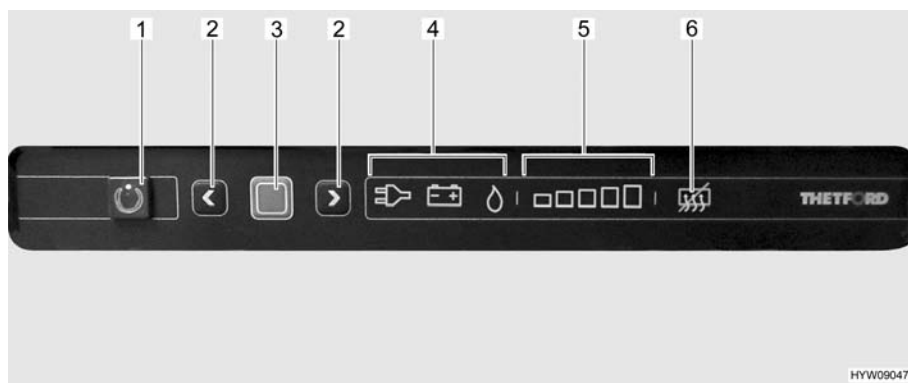

Fig. 108 Elementi di comando del frigorifero
La modalità di funzionamento attuale è indicata da un simbolo luminoso (Fig. 108,4) sulla centralina di controllo.
Dopo l'accensione il frigorifero seleziona automaticamente la regolazione del termostato selezionata per ultimo. Questa impostazione può essere modificata manualmente con i tasti freccia (Fig. 108,2). Le barre luminose dell'indicatore del livello di refrigerazione (Fig. 108,5) visualizzano la temperatura selezionata sul termostato. Con i tasti freccia viene regolata la temperatura di refrigerazione per tutti i tre tipi di energia. Ci vogliono alcune ore prima che il frigorifero raggiunga la temperatura normale di esercizio. Cambiando la modalità di funzionamento la regolazione del termostato non viene modificata. La temperatura di refrigerazione è indipendente dal tipo di energia utilizzata.
- Premere il tasto On/Off (Fig. 108,1) per 1 secondo. Il tasto (Fig. 108,1) si illumina di verde. Dopo circa 10 secondi, l'indicatore viene attenuato per risparmiare energia.
- Premere il tasto di conferma (Fig. 108,3). L'impostazione attuale della modalità di funzionamento viene visualizzata.
- Se non è impostata la modalità di funzionamento a gas: Per modificare l'impostazione, premere il tasto di conferma (Fig. 108,3) per circa 2 secondi.
- Selezionare la modalità di funzionamento a gas con i tasti freccia (Fig. 108,2). L'alimentazione del gas è ora aperta. L'accensione avviene automaticamente. È udibile un ticchettio fino a quando procedura di accensione non è stata portata a termine.
- Premere il tasto di conferma (Fig. 108,3) per circa 2 secondi.
- Premere nuovamente il tasto di conferma (Fig. 108,3). Il livello di refrigerazione attuale viene indicato dalle barre luminose (Fig. 108,5).
- Per modificare l'impostazione, premere i tasti freccia (Fig. 108,2) fino a visualizzare l'impostazione desiderata.
- Premere il tasto On/Off (Fig. 108,1) per circa 2 secondi. Tutte le spie si spengono. Il frigorifero è spento.
- Se non è impostata la modalità di funzionamento 230 V: Per modificare l'impostazione, premere il tasto di conferma (Fig. 108,3) per circa 2 secondi.
- Selezionare la modalità di funzionamento 230 V con i tasti freccia (Fig. 108,2).
- Se non è impostata la modalità di funzionamento 12 V: Per modificare l'impostazione, premere il tasto di conferma (Fig. 108,3) per circa 2 secondi.
- Selezionare la modalità di funzionamento 12 V con i tasti freccia (Fig. 108,2).
- Premere contemporaneamente entrambi i tasti freccia (Fig. 108,2) e tenerli premuti per 2 secondi. Il simbolo di disattivazione della funzione anti-condensa (Fig. 108,6) si illumina.
- Premere di nuovo contemporaneamente entrambi i tasti freccia (Fig. 108,2) e tenerli premuti per 2 secondi. Il simbolo di disattivazione della funzione anti-condensa (Fig. 108,6) si spegne.